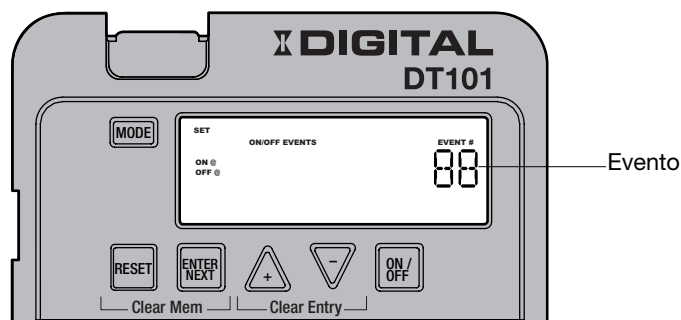

FIG. 9 Definir eventos de encendido/apagado
1. Si es necesario, presione varias veces el botón **MODE** (**MODO**) hasta que aparezcan las palabras SET ON/OFF EVENTS (DEFINIR EVENTOS DE ENCENDIDO/APAGADO) y EVENT 01 (EVENTO 01) (o el siguiente número de evento disponible) en la pantalla. Consulte FIG. 9.